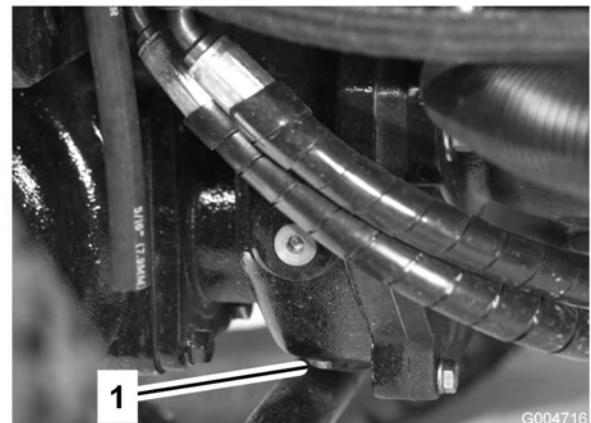

Bild 60
- Reinigen Sie den Bereich um die Ablassschraube an der Unterseite des Getriebes (Bild 60).